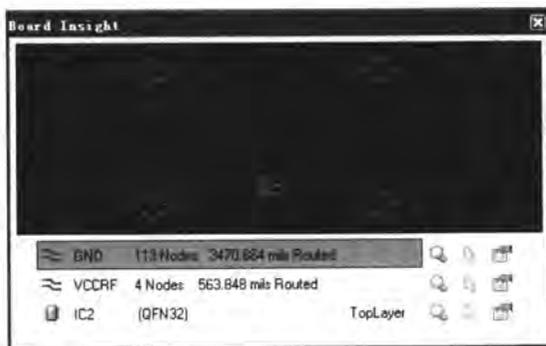

图 8-44 【Board Insight】窗口
- [12] 使用快捷键 **Shift+X**，则会打开【Board Insight】窗口，以图形和列表的方式显示出光标当前所指位置处的网络和元器件信息，如图 8-44 所示，单击鼠标左键后可以关闭。
当 **【Board Insight】** 窗口单独使用时，如图 8-44 所示，描述栏中将不会显示违规信息。